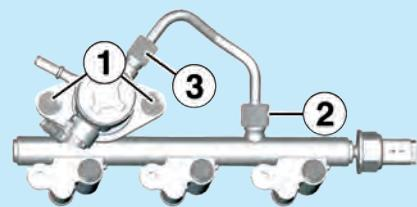

Fig.4
- Respecter l'ordre de serrage de la pompe et de la canalisation haute pression (Fig.4).